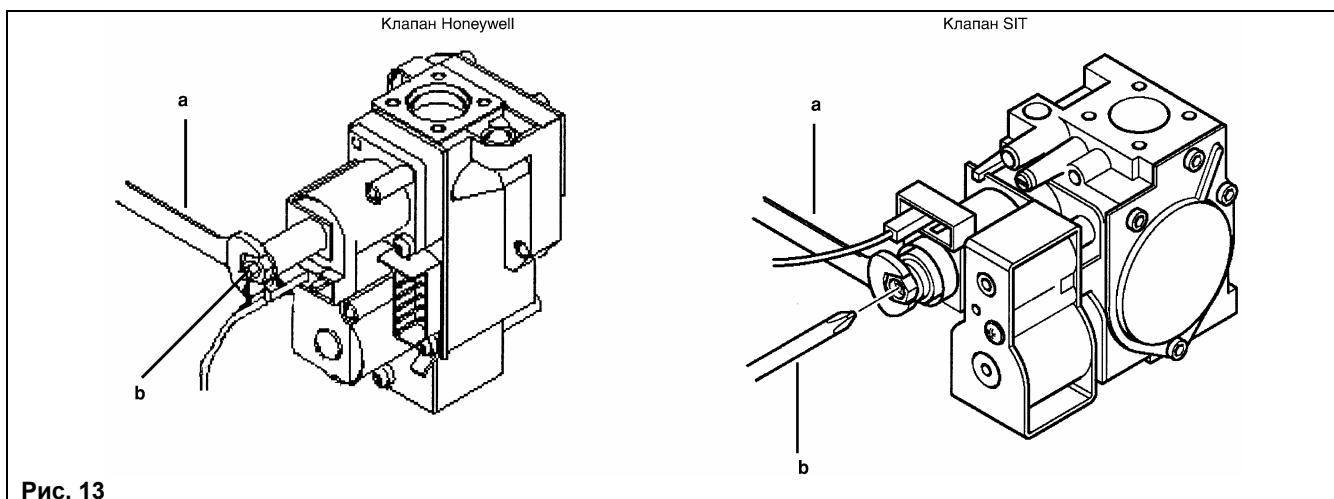

Рис. 13
- Проверить давление газа на горелке согласно таблице 1 для соответствующей модели котла и соответствующего типа газа. При необходимости снять крышку модулятора (позиция 4, рис.12) и поворачивать латунный винт (винт a, рис.13) до достижения давления, указанного в таблице 1 для соответствующей модели котла и соответствующего типа газа.
- Отсоединить провод питания модулятора. Котел перейдет в режим минимальной мощности. Проверить давление газа на горелке согласно таблице 1 для соответствующей модели котла и соответствующего типа газа. При необходимости и поворачивать винт (винт b, рис.13) до достижения давления, указанного в таблице 1 для соответствующей модели котла и соответствующего типа газа.
<p>Положение «OFF» приведенных ниже переключателей обозначает: GPL режим работы котла на природном газе (метане) T-off минимальное время между двумя включениями котла по контуру отопления составляет 3 мин.</p>	 <p>Рис. 13а</p>
<p>Положение «ON» приведенных ниже переключателей обозначает: GPL режим работы котла на сжиженном газе T-off минимальное время между двумя включениями котла по контуру отопления составляет 10 секунд</p>	 <p>Рис. 13б</p>